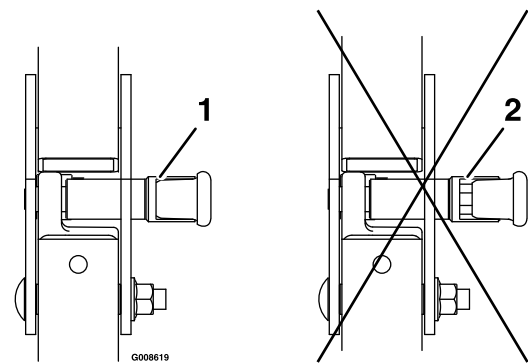

Figura 9
- Eleve la barra anti-vuelco a la posición de trabajo y gire los pomos hasta que se introduzcan parcialmente en las ranuras (Figura 9).
- Eleve la barra antivuelco a la posición vertical, presionando sobre la parte superior de la misma; las clavijas encajarán en cuanto se alineen con los orificios (Figura 9).
- Presione sobre la barra para asegurarse de que las clavijas han quedado encajadas (Figura 9).